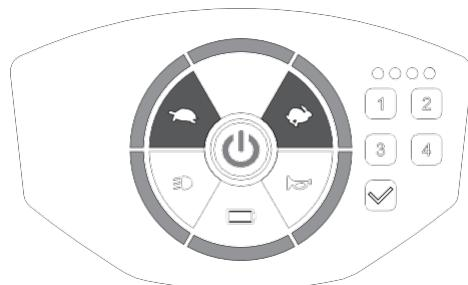

Bild 9
- Tryck på strömbrytaren för att få scootern i strömsparläge (rød lampa lyser) och tryck sedan på båda accelerations- []/inbromsnings- [] knapparna i 2 sekunder. Panellampen är helt tänd när scootern är redo för inställning av bakgrundsljus. (Bild 9)